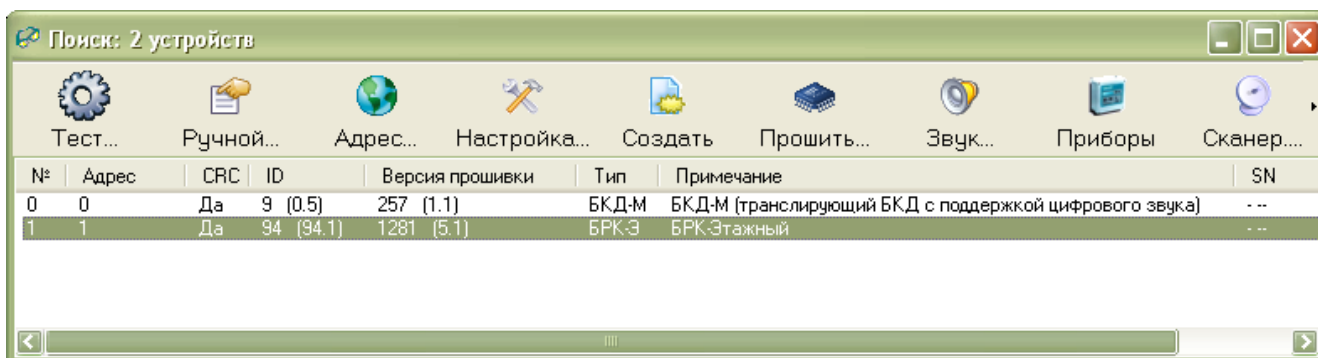

Рисунок 11 - Найден блок USB-433
5) Откроется окно «Поиск» со списком найденных устройств: модуль USB-433 отображается как два блока БКД-М и БРК-Э (рисунок 11).